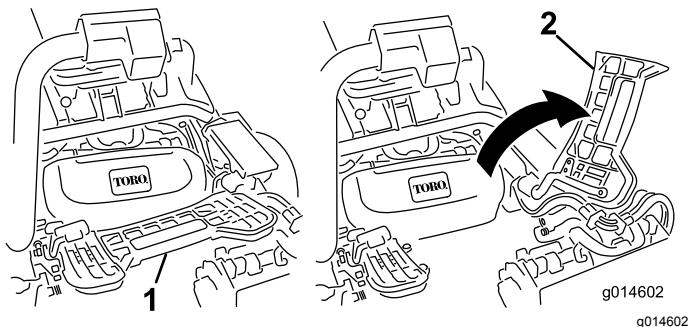

図 41
1. フットレストを跳ね上げて開き、中央カッティングユニット取り付け位置へのアクセスを確保する **図 41**。